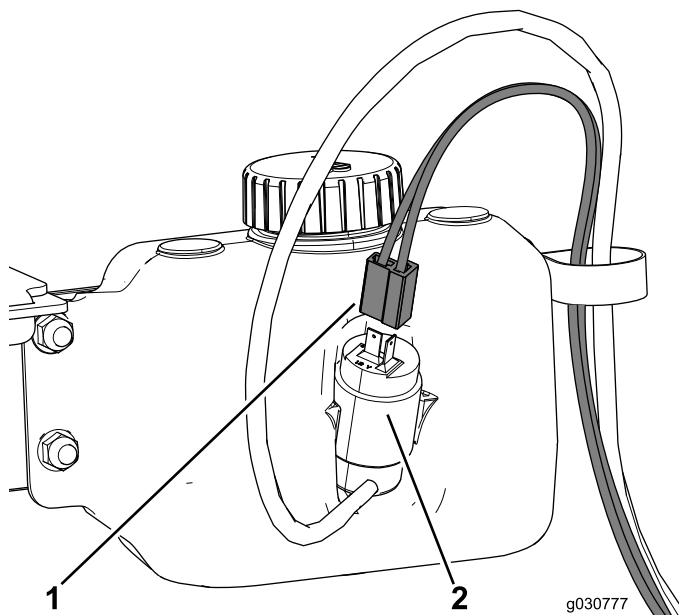

Bild 48
4. Verlegen Sie den Kabelbaum für die Flasche für die Scheibenwaschanlagenflüssigkeit durch die R-Klemme und schließen ihn an der Flasche an (Bild 48).